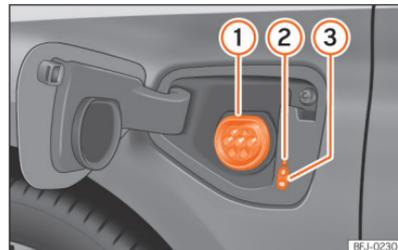

Abb. 55 Hinter der Batterieklappe vorn links: Ladedose.
»» (Abb. 55)
• Drücken Sie bei entriegeltem Fahrzeug auf die Batterieladeklappe, um diese zu öffnen »» **[Abb. 55]**.